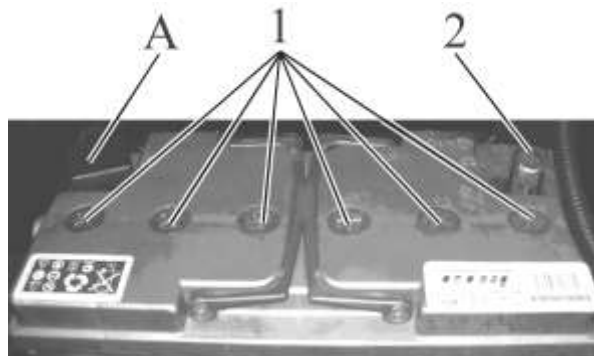

Рисунок 6.4.4 – Обслуживание аккумуляторной батареи
- проверьте состояние клемм 2 (рисунок 6.4.4) выводных штырей, которые находятся под защитными чехлами «А», и вентиляционные отверстия в пробках 1. Если необходимо, смажьте клеммы техническим вазелином и очистите вентиляционные отверстия;